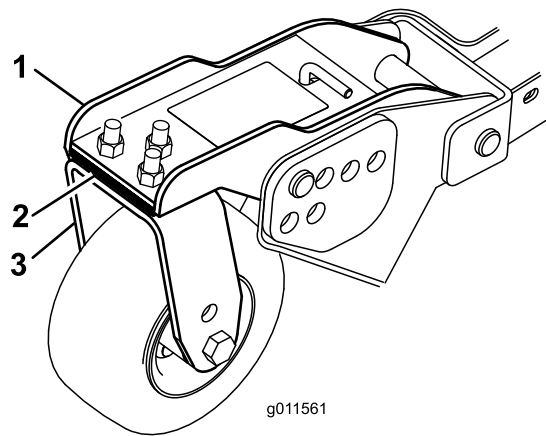

Bild 106
1. Entfernen Sie die Schrauben und Muttern, mit denen das vordere Laufrad an der Laufradgabel befestigt wird (**Bild 106**).